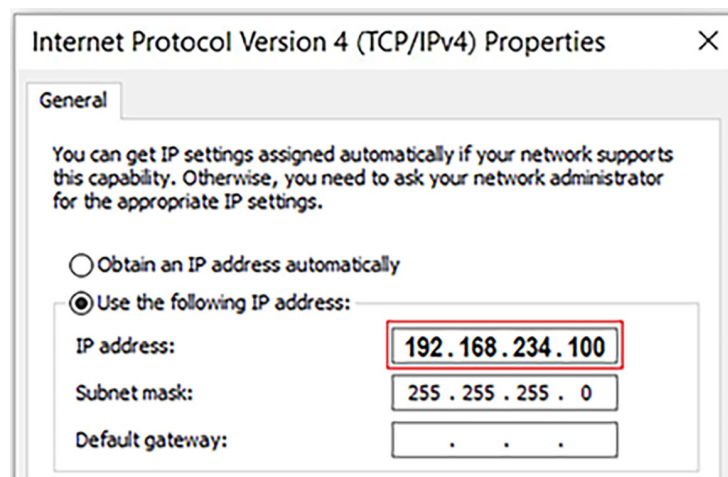

Figura 8.1: Propriedades da USB Device emulando uma porta Ethernet
- 3) Nas propriedades do Protocolo IPV4, definir o IP como estático, dentro da mesma rede (ex: **192.168.234.100**) conforme Figura 8.1 na página 8-1.